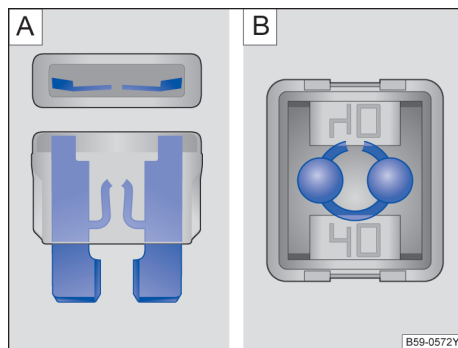

图 202 烧断的保险丝: [A] 扁平插入式保险丝 [B] 方块型保险丝
- 烧断的扁平插入式保险丝 (ATO®、MINI®) 可从上面和侧面透过透明外壳通过熔断的金属条来识别 → 图 202 [A]。
- 对于烧断的方块型保险丝（JCASE®），烧断的金属条可从上面透过透明的外壳来识别→图 202 [B]。